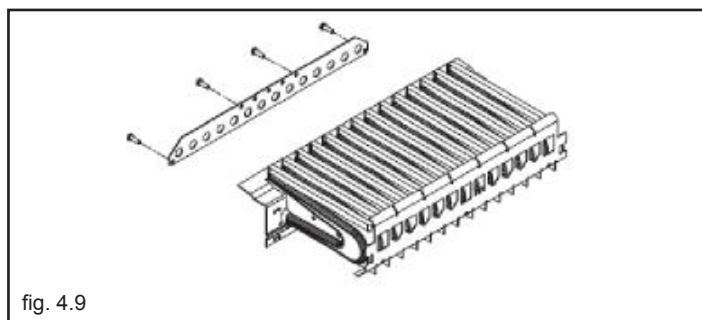

fig. 4.9
- se trattasi di trasformazione da gas metano o aria propano a GPL, fissare la flangia bruciatore contenuta nel kit utilizzando le relative viti (fig. 4.9)
- se trattasi di trasformazione da gas GPL a metano o a aria propano, rimuovere la flangia bruciatore (fig. 4.9)